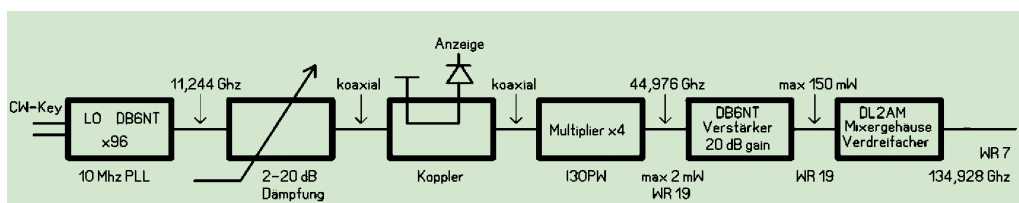

Bild 1:
Die Frequenzaufbereitung wäre $11,244 \text{ GHz} \times 4 = 44,976 \text{ GHz} \times 3 = 134,928 \text{ GHz}$ (Bild 1 und 2). Ich wollte wieder eine Leistungsregelung, die von außen bedient werden kann und für verschiedene Tests von Vorteil ist. Von DB6NT bezog ich den Local-Oszillator (LO) 11,244 GHz mit 10-MHz-PLL und CW Key. Als HF-Regelung diente ein von 2 bis 20 dB variabler Dämpfungssteller für 8...12 GHz von Arra. Für die HF-Anzeige benutzte ich einen 10-dB-Koppler für 12 GHz und einen Detektor. Diese Komponenten sind leicht beschaffbar. Hinzu kam ein Multiplier $\times 4$ (von 11 auf 45